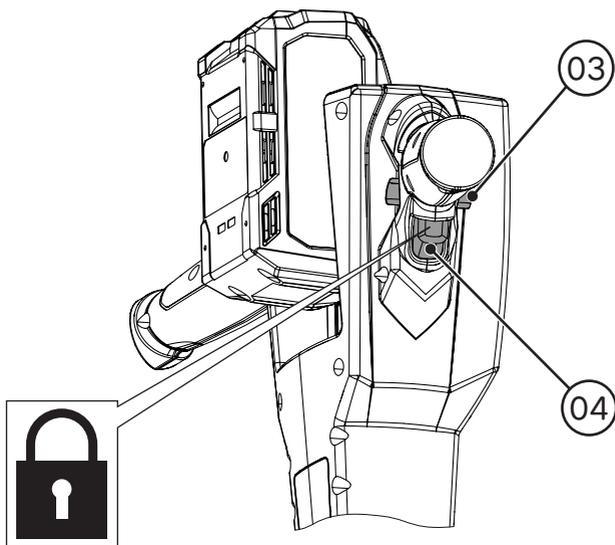

图. 18
- 1) 完全放开“开始”键 (04) (图. 18)。
- 2) 将运动选择钮 (03) 对准中央位置以锁定操作。
- 3) 重新将运动选择钮 (03) 调至拧紧或拧松的位置以解锁设备。